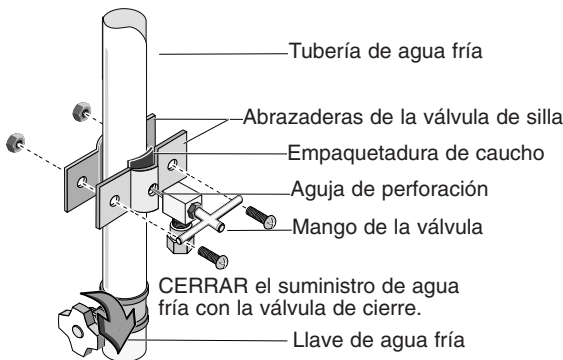

Figura 5
Instale la válvula de silla, consulte la figura 5.
2. Instale la válvula de silla en la tubería de agua fría según se ilustra en la Figura 5.